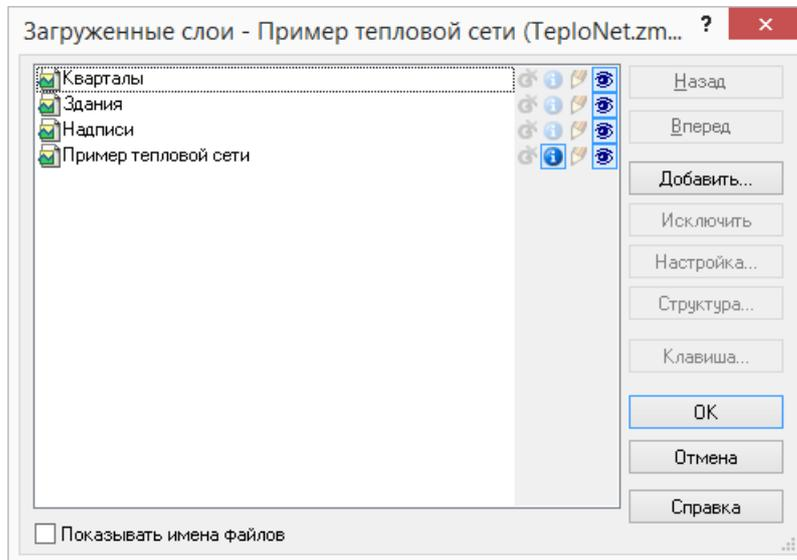

Рисунок 12.3. Окно выбора слоя
3. Нажмите кнопку Слой..., выберите слой рассчитываемой тепловой сети в открывшемся диалоге (см. Рисунок 12.3, «Окно выбора слоя») и нажмите кнопку ОК чтобы подтвердить выбор и закрыть диалог.